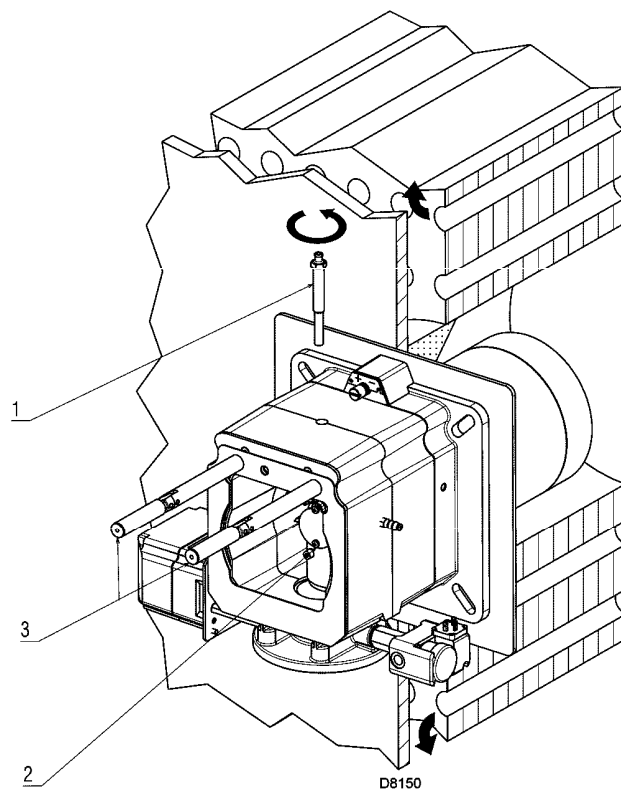

Рис. 15
Если оказалось, что электрод или датчик позиционированы неправильно, снимите винт (1) (рисунок 15), выньте внутреннюю часть головы (2) (рисунок 15) и установите их правильно.